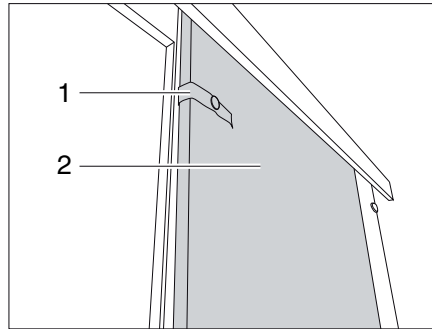

Bild 228 Schiebetür
- Das mit Sicherungsband (Bild 228,1) lösen.
- Schiebetür (Bild 228,2) in Schließstellung ziehen.
- Schiebetür (Bild 228,2) in die Öffnungsposition führen.
- Schiebetür mit dem Sicherungsband (Bild 228,1) befestigen.